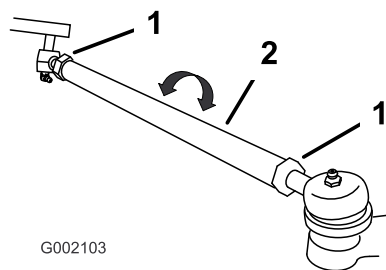

Figura 55
7. Si la distancia no es de 0–6 mm, afloje las contratuercas en ambos extremos de las bielas (Figura 55).